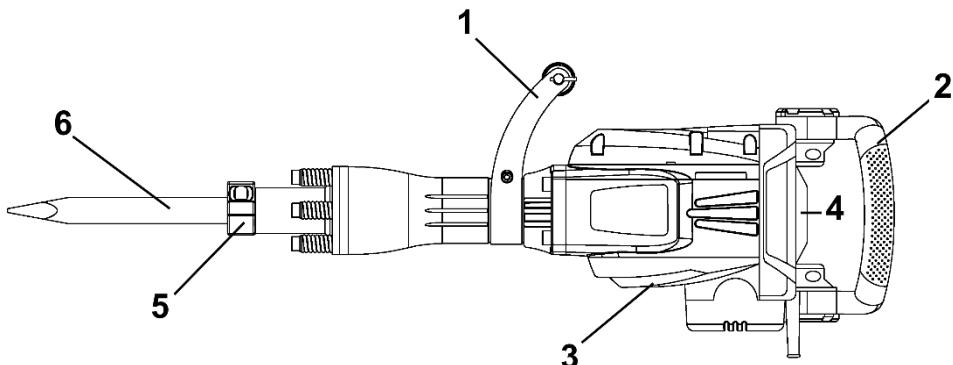

Рисунок 1
2.2.1 Виріб має несучий пластиковий корпус з вмонтованим електричним колекторним двигуном, редуктором з пневматичним ударним механізмом, на вихідному валі якого встановлюється змінний патрон SDS-HEX (5) для закріплення змінних робочих інструментів з циліндричними хвостовиками системи SDS-HEX згідно рис.1. Корпус одночасно вміщує органи керування інструментом, шнур живлення від мережі змінного однофазного струму та має опорну поверхню для встановлення передньої рукоятки (1) з можливістю фікованого позиціонування навколо подовжньої осі виробу. Електродвигун розташований перпендикулярно осі змінного робочого інструмента, створює через кривошипний механізм зворотно-поступальні рухи поршня пневмоциліндра, який підсилює поштовхи і передає їх змінному інструменту.